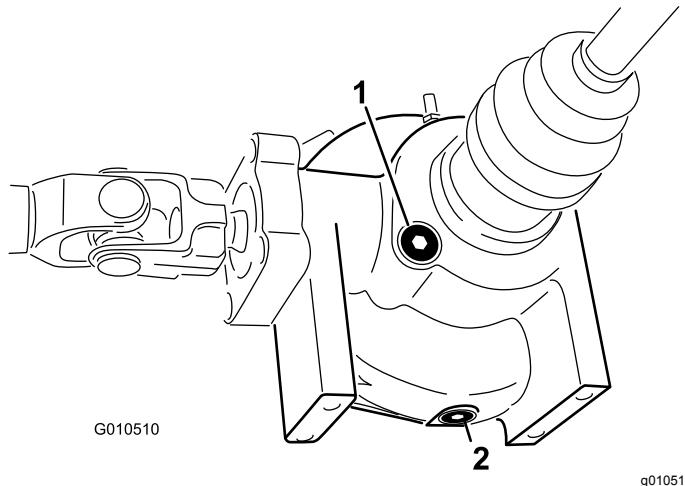

图43
4. 清洁差速器侧面加油/检查塞周围的区域 图43。
4. 清洁差速器侧面排油塞周围的区域 图43。